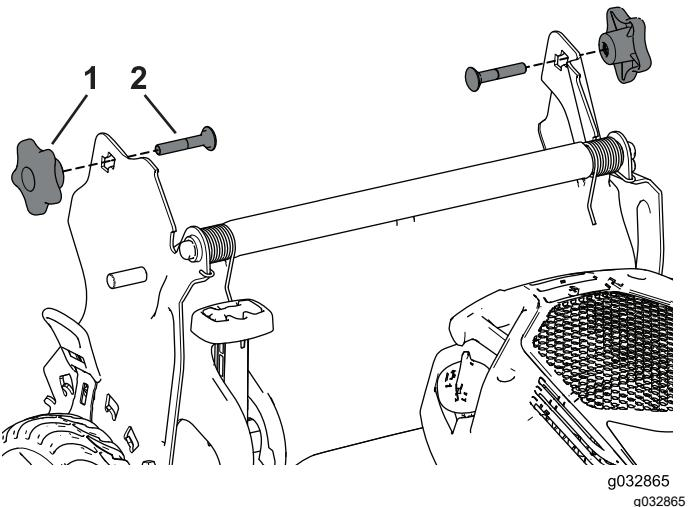

Figura 24
- Inserire il bullone a testa tonda (con la testa del bullone rivolta verso l'interno) attraverso la staffa della stegola e il foro superiore nell'estremità della stegola. Assicuratevi che i bordi quadrati di ciascun bullone a testa tonda si inseriscano nel foro quadrato superiore o inferiore nella relativa staffa della stegola (Figura 24).